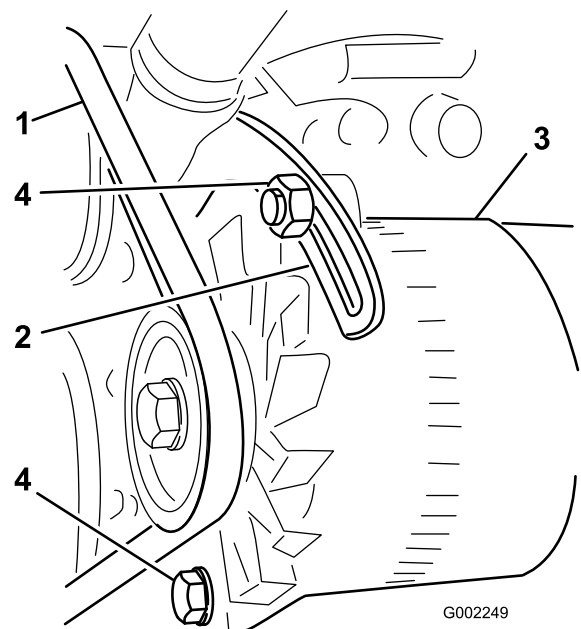

Figura 88
3. Afloje los pernos que fijan el tirante al motor y el perno que fija el alternador al tirante (**Figura 88**).